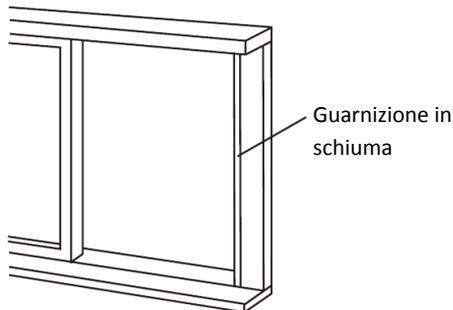

Fig. 12
1. Tagliare su misura la guarnizione A (autoadesiva) e incollarla sul telaio. Vedi fig. 12